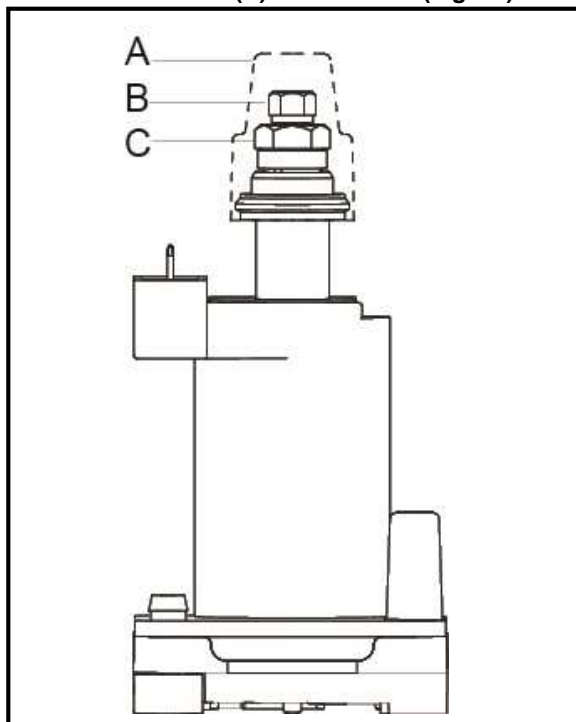

Fig. 17: Sección de la válvula con el tornillo de ajuste
⇒ Retire la cubierta (A) del solenoide (Fig. 17).
⇒ Conecte un dispositivo de medición de presión a la boquilla de prueba (Fig. 17).
⇒ Retire la cubierta (A) del solenoide y lentamente gire el tornillo de ajuste (B) ligeramente en la dirección "-". La presión de tobera debe caer inmediatamente (Fig. 17).